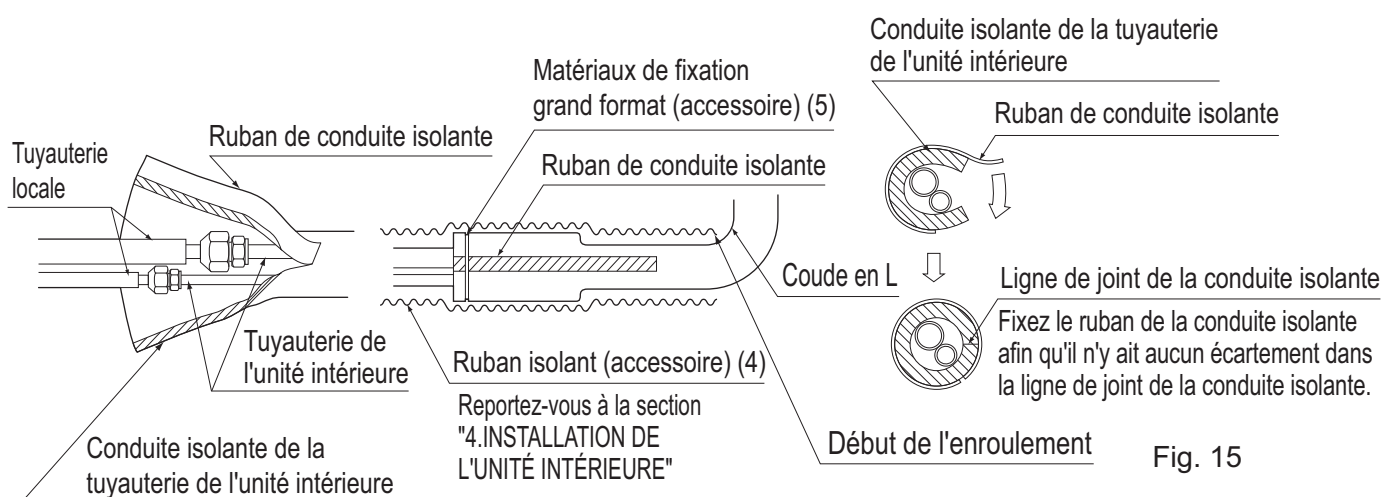

Fig. 15
- Après vous être assuré que le gaz ne fuit pas, veillez à isoler les raccords des tuyaux à l'aide des conduites isolantes supplémentaires des tuyaux et du ruban isolant (4). Le ruban isolant (4) doit être enroulé du coude en L à l'extrémité située à l'intérieur de l'unité. **(Reportez-vous à la Fig. 15)**